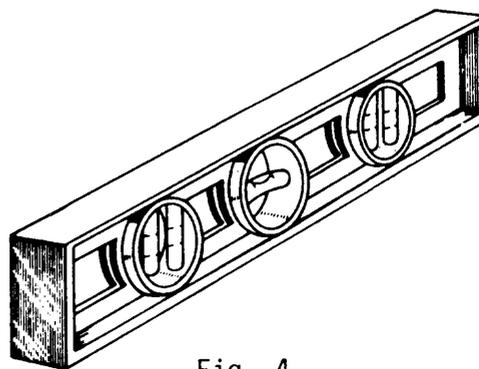

Fig. 4
- a) *El nivel común:* es un nivel de bastante precisión. El modelo más simple actualmente en uso posee tres meniscos, uno para nivelar y dos para aplomar (fig. 4). Algunos modelos poseen doble menisco para nivelar, lo cual permite usar el nivel en cualquiera de las dos posiciones.